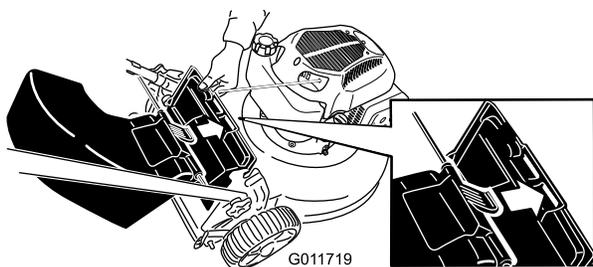

Figura 17
3. Introduza a patilha do deflector de descarga traseira na ranhura do lado direito no deflector traseiro (Figura 17).